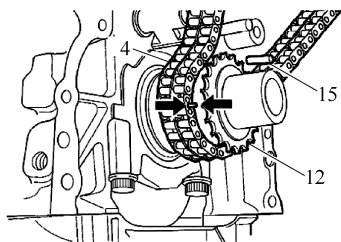

图 10-25 在曲轴链轮上做标记
5) 在正时链 4 和曲轴链轮 12 上做对齐标记(箭头位置),如图 10-25 所示。
6) 拆卸半圆键 15。如图 10-25 所示。